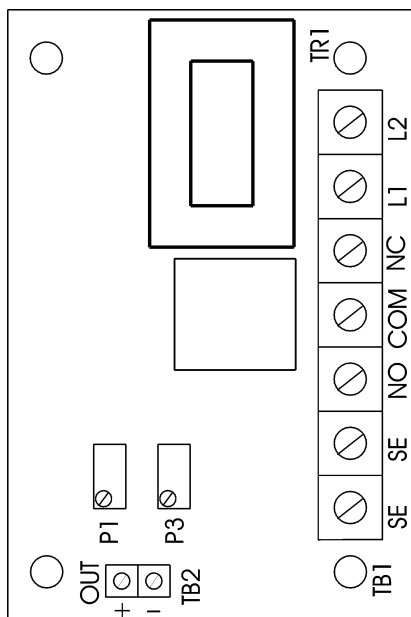

Figure 10
3. Repérez la plaquette de circuit de l'alarme (voir la figure 10).
12. Sur la plaquette de circuit (figure 10) et à l'aide d'un tournevis étroit, tournez P1 dans le sens horaire et antihoraire. Repérez la position où les contacts s'ouvrent et se ferment. Réglez P1 là où les contacts se ferment tout juste.